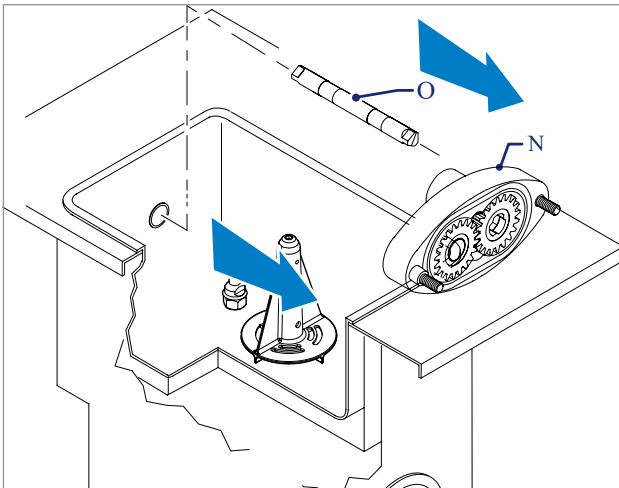

FIG 2.
7. Vid pumpen 45 grader medurs och dra ut den mot dig (Fig2).